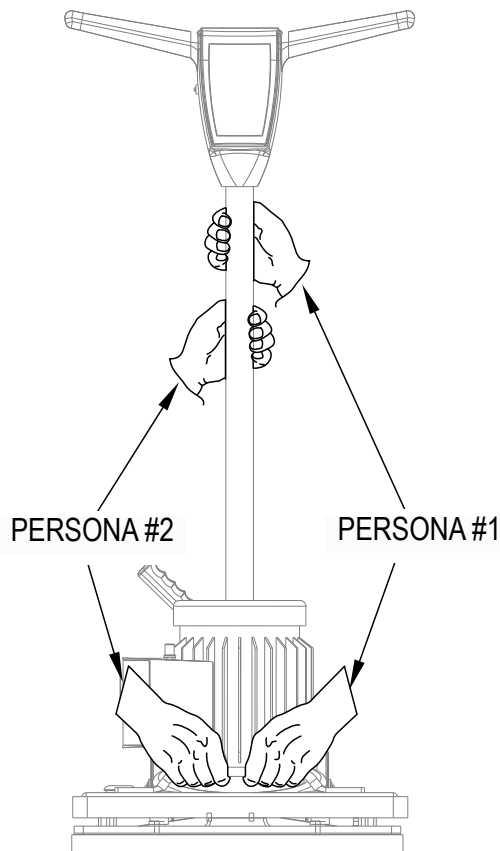

Figura 2
3. Afferrare la macchina per i punti di presa e collocarla nel vano di carico del veicolo, come mostra la Figura 2.